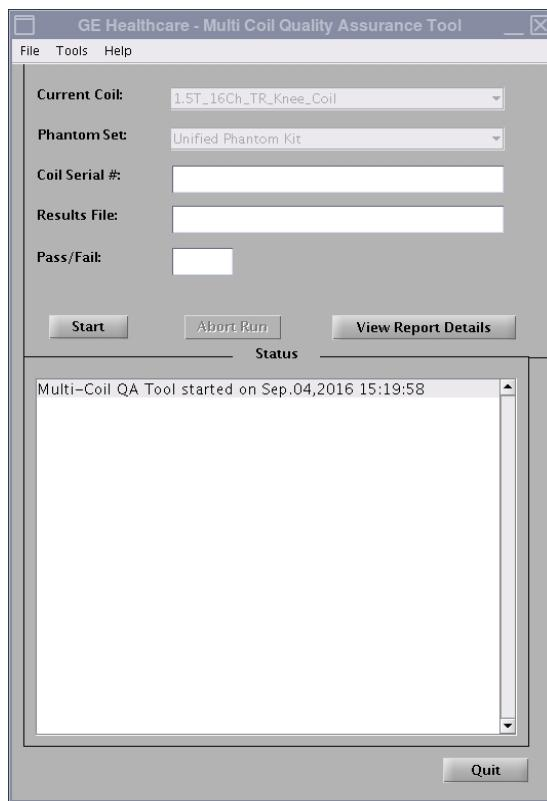

Рис. 3
Поле Current Coil (Подключенная катушка) будет заполнено автоматически (Рис. 3) на основании идентификационных данных катушки, подключенной к LPCA. Введите серийный номер тестируемой катушки в поле Coil Serial # (Серийный номер катушки).
2. Нажмите кнопку [**Start**] (Пуск), чтобы начать автоматический тест, как показано на Рис. 3. В зависимости от количества тестовых зон (сложность катушки) испытание может занять от 3 до 5 минут.